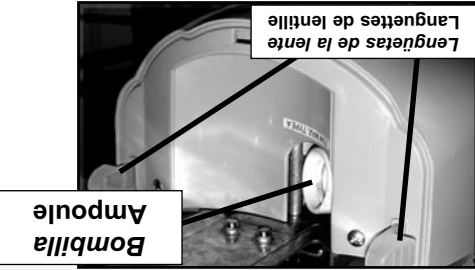

FIG. 9-2
- Placer la lentille sur la tête motorisée. S'assurer que les languettes sont totalement engagées dans les fentes de la lentille (Fig. 9-2).